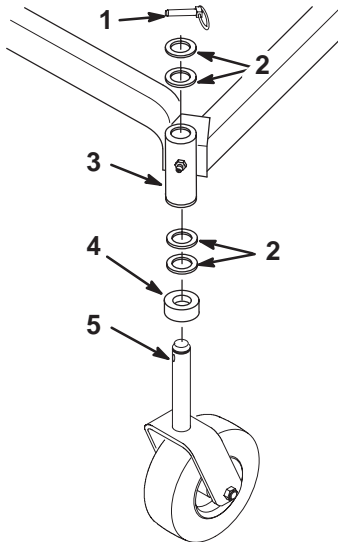

Figure 55
2. Enlevez la goupille de sécurité et la ou les entretoise(s) du haut de la chape de la roue pivotante (Fig. 55).
6. Vérifiez l'usure de la chape et remplacez-la le cas échéant (Fig. 55).
7. Insérez la chape dans les bagues à l'intérieur du tube de montage. Remplacez la ou les entretoise(s) sur la chape et fixez-les avec la bague de retenue (goupille de sécurité) (Fig. 55).